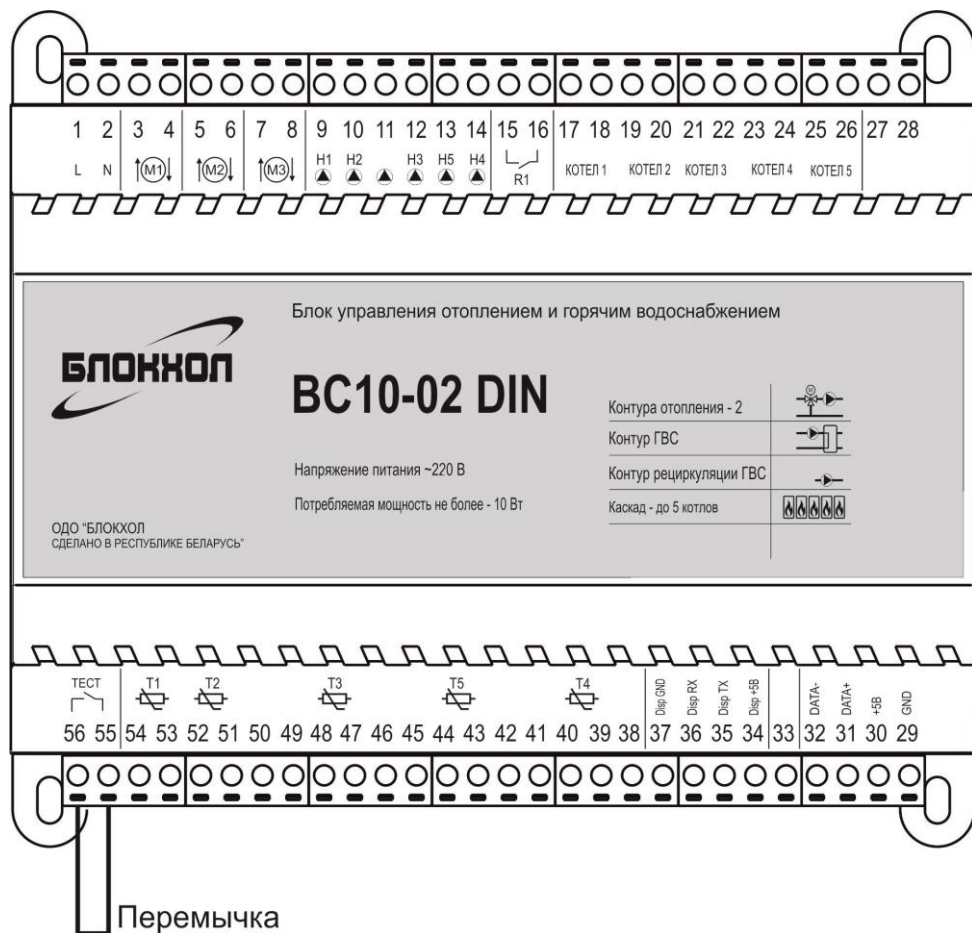

Рисунок 8
- Для перевода контроллера в режим тестирования установите перемычку между клеммами 55-56 (см. Рисунок 8).